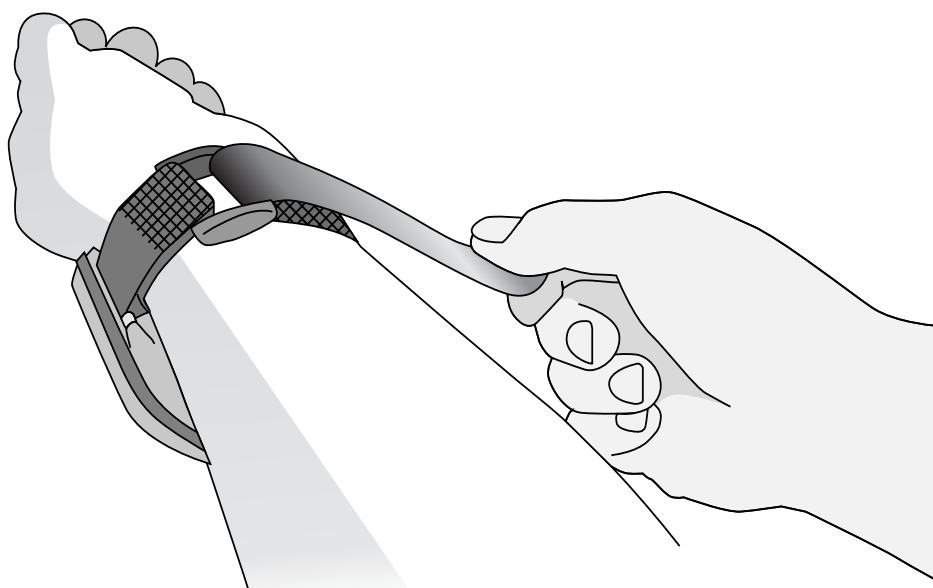
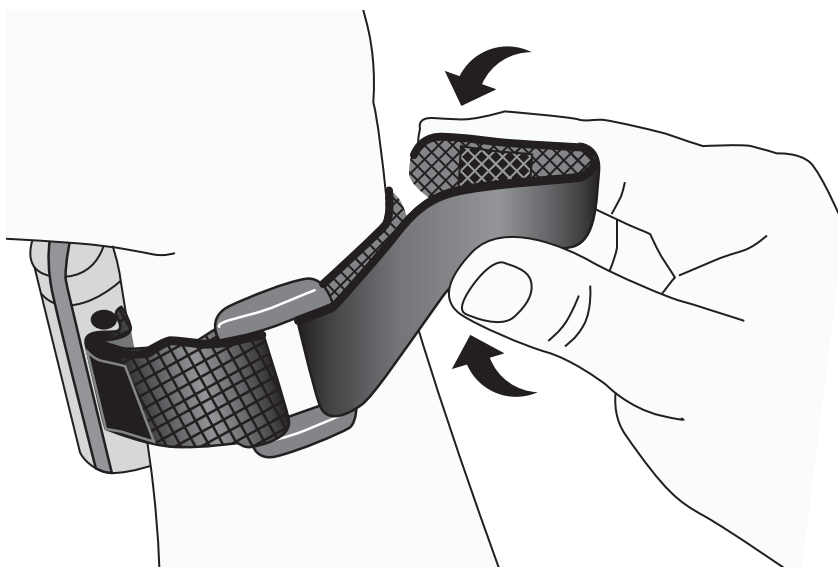
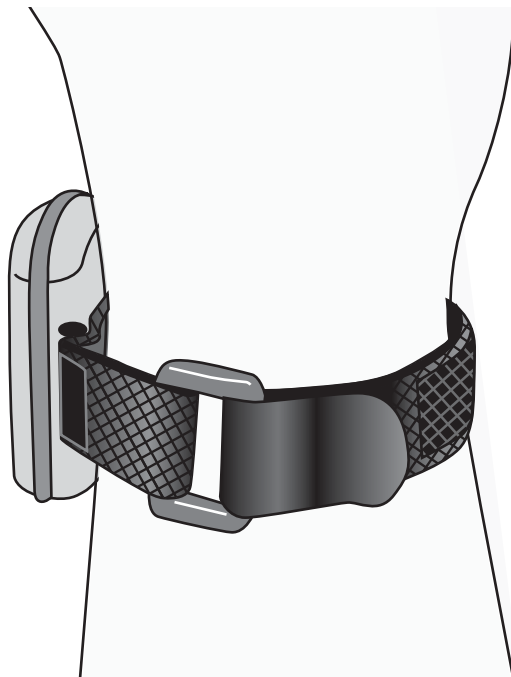

Figure 12 : Fixez le bracelet
Figure 13 : Utilisation de l'attache rectangulaire
Figure 14 : Utilisation de l'attache carrée
4. Repliez le bracelet par-dessus l'anneau en plastique (figure 12) et fixez l'attache au bracelet (figure 13 ou figure 14). La circonférence du poignet déterminera l'attache utilisée.
REMARQUE : En cas d'utilisation d'une attache rectangulaire, l'extrémité du bracelet peut être raccourcie. Pour ce faire, repliez l'extrémité du bracelet de manière que l'attache carrée se place sur celui-ci (figure 13).